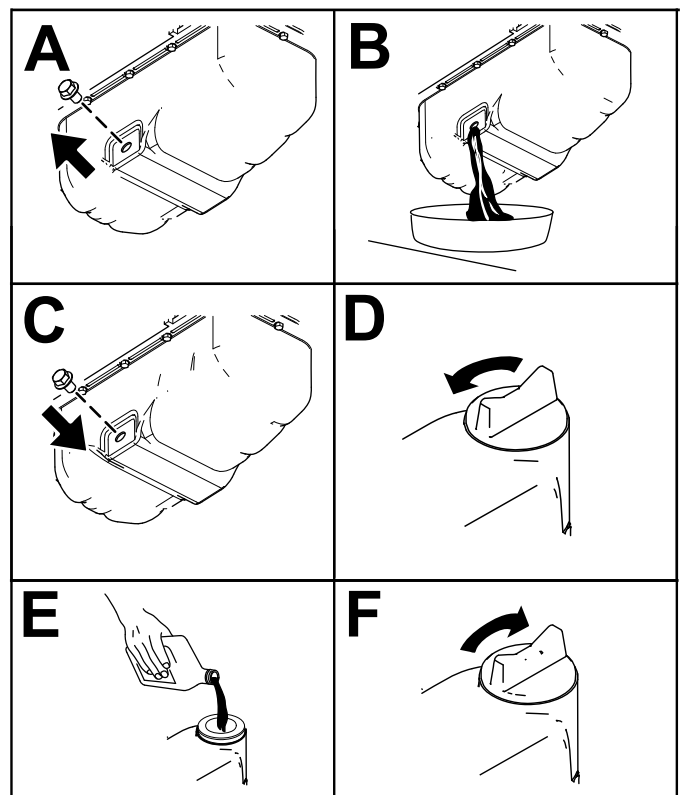

Bild 54
3. Wechseln Sie das Motoröl wie in Bild 54 gezeigt.